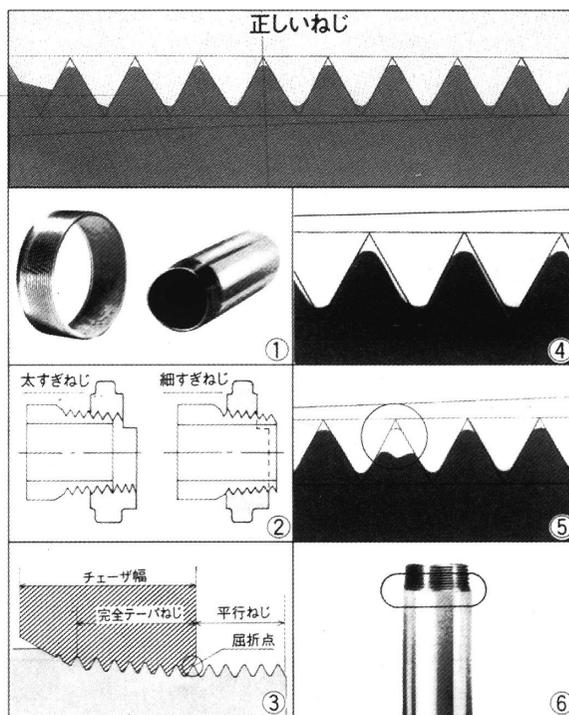

図47
① 多角ねじ (図47①)
④ 切られたねじの山ヤセ (図47④)
⑤ 切られたねじの山欠け (図47⑤)
⑥ パイプに対してのねじの偏肉切れ (図47⑥)